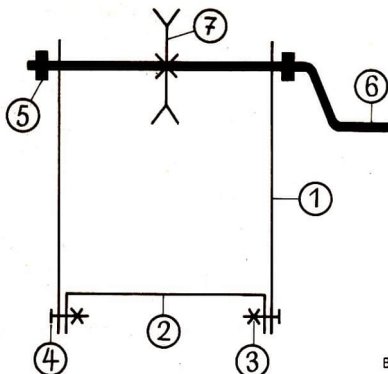

Bild 12/1 Schematische Darstellung einer Baugruppe
- Betrachte das Bild 12/11 Berichte, aus welchen Bauteilen sich diese Baugruppe zusammensetzt!